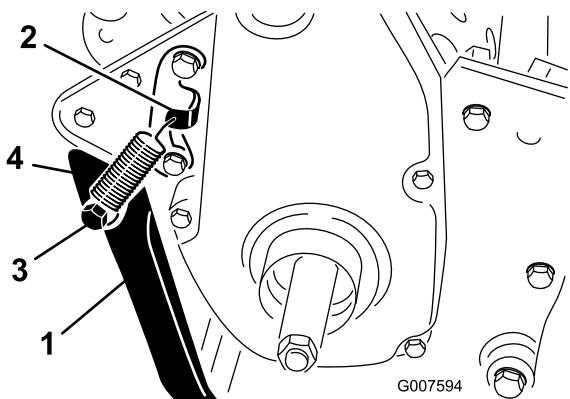

図6
2. 後フレームについている取り付け穴にキックスタンドを合わせておいて、スプリングを、スプリングブラケットの穴とスプリングスタッドの穴に引っ掛ける図6。
3. ボルト、ロックワッシャ、スペーサ、平ワッシャ、ロックナットを使って、キックスタンドをフレームの左右に固定する図6。